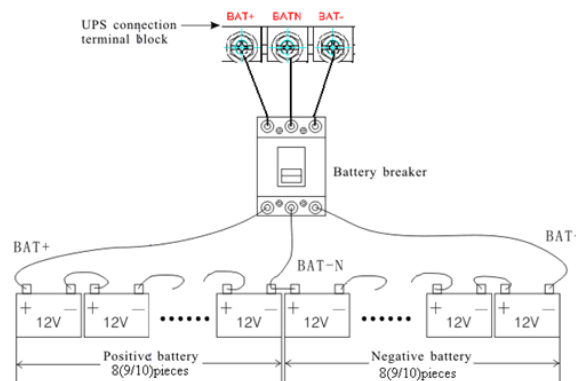

Fig. 3-4 Conexión de baterías externas
- 3) Retire la tapa de los terminales y utilice un multímetro para asegurarse de que no haya tensión DC en los terminales de entrada de batería del SAI (Fig. 3-4).